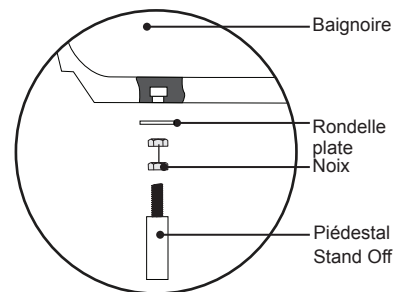

Figure 25. Fixation sur pied jambe
- 1 Fixez les quatre (4) pieds de table au fond de la baignoire (Figure 25).